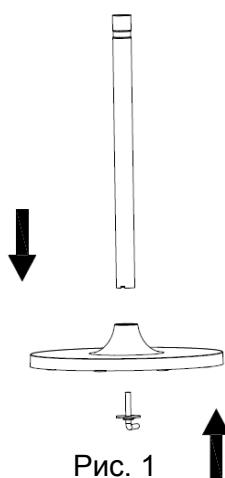

Рис. 1
- A. Вставте стояк в отвір в основі та міцно закрутіть гвинт (Рис. 1).